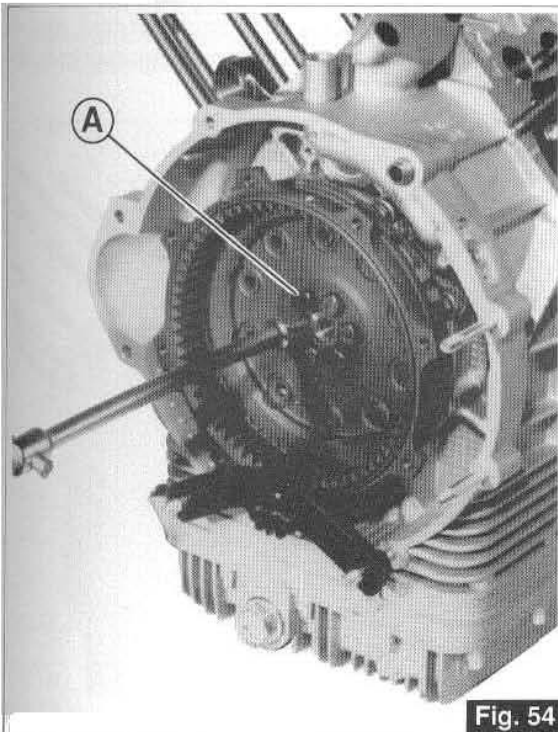

Fig. 54
- Desserrez les six vis «A» de fixation du volant au vilebrequin et démontez le volant (Fig. 54). Ces vis, en raison de la charge élevée et des sollicitations auxquelles elles sont soumises, devront être remplacées par des vis neuves lors du remontage successif; (appliquez du freinifilet Loctite sur les vis et bloquez-les à un couple de serrage de 4÷4,2 Kgm).
- Die sechs Befestigungsschrauben «A» von der Motorwelle nehmen und das Schwungrad ausbauen (Abb. 54). Die genannten Schrauben müssen aufgrund ihrer hohen Anzugskraft und den Belastungen denen sie unterliegen, bei ihrer Wiedermontage durch neue Schrauben ersetzt werden (Loctite auf die Schrauben auftragen und bis auf den Anzugswert von Kgm 4÷4,2 festziehen).